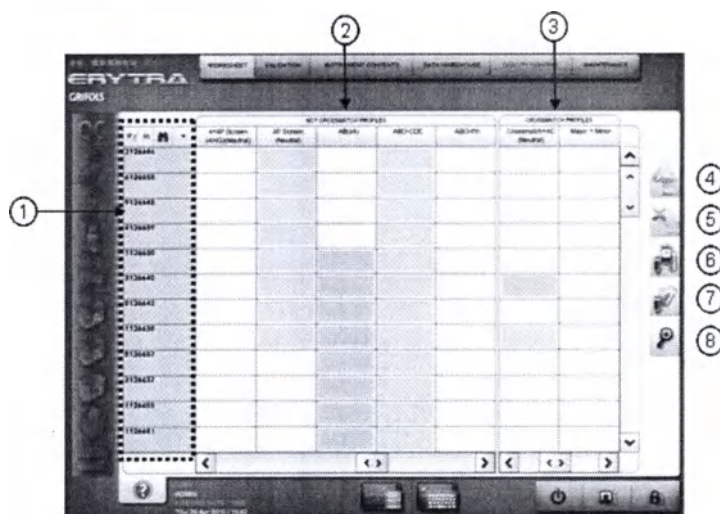

Рисунок 14: Внешний вид Рабочей страницы.
В закладке **Рабочей страницы** нажмите клавишу  (ссылка (7), рисунок 14). Программа отобразит информационное окно STAT, в котором содержится два списка. Слева Вы увидите все образцы, которые в настоящее время находятся в анализаторе, а справа - образцы, которые вы планируете запрограммировать в качестве срочных. Выберите в левом списке образец(цы), которые Вы хотите выделить в списке в качестве
при помощи кнопки , что отображается в рабочей странице (ссылка (6), рисунок 14).
ожидания), путём входа в *рабочую страницу* и нажатия на символ  (ссылка. (5), рисунок 14).